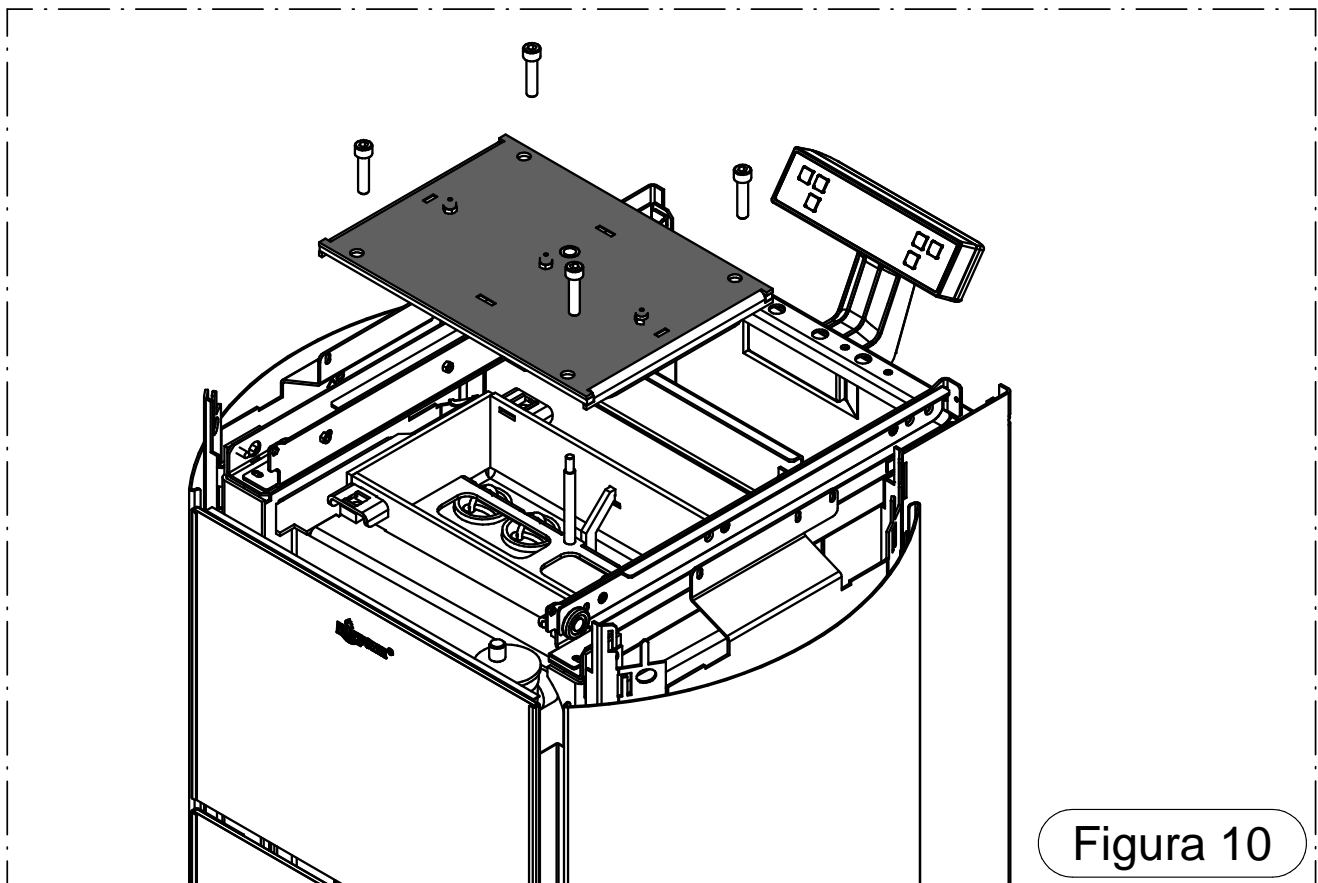

Figura 10
- Aspirare la cenere localizzata nel vano superiore giro fumi. (Figura 10). Per accedere al vano togliere le 3 ceramiche superiori (Figura 6), togliere la vite di blocco del coperchio serbatoio (Figura 7,8,9) e sganciare il coperchio A. Svitare le 4 viti e svitare il pomello scuoti tribolatori. Togliere il coperchio facendo attenzione a non danneggiare l'isolante montato sullo stesso (Figura 10).